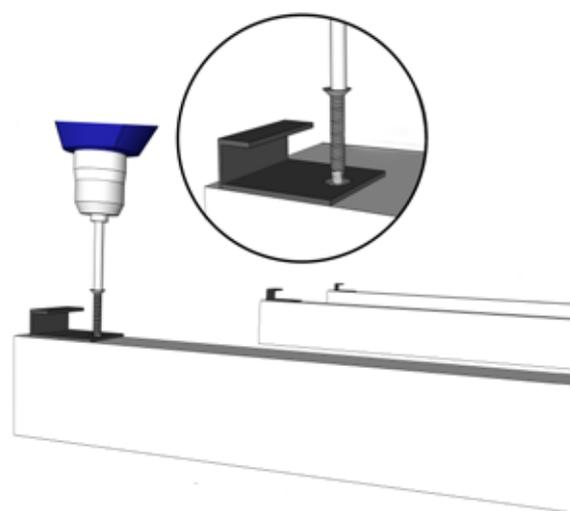

Figura 1
- 2 Después de ubicar la grapa, realiza un orificio previo e instala la primera grapa (HLP-037) como se muestra en la Figura 1: